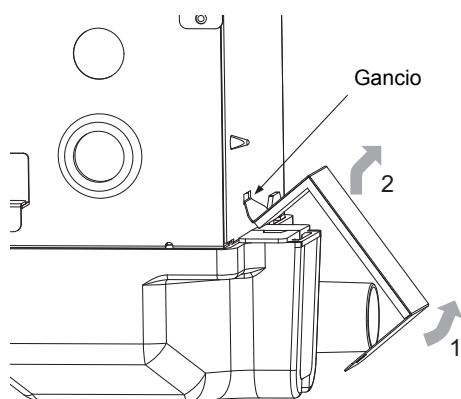

Fig.2
- 2** Il coperchio del supporto del vetro antibatterico dispone di un gancio; sollevare il coperchio per rimuoverlo. (Fare riferimento alle Fig.1 e Fig.2)